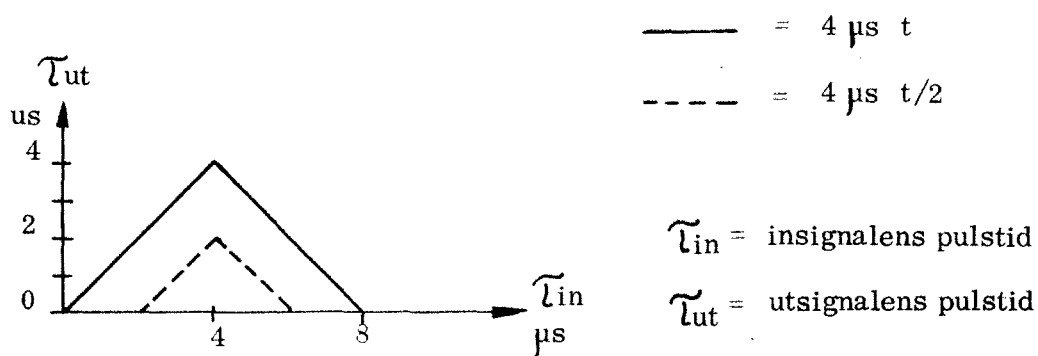

Bild 29
- Variera pulstiden från 0-12 μs . När omkopplaren S01 på pulslängdsdiskriminatoren står i läge 4 μs t ska ingen utsignal erhållas när insignalens pulstid är längre än 8 μs . Se bild 29.